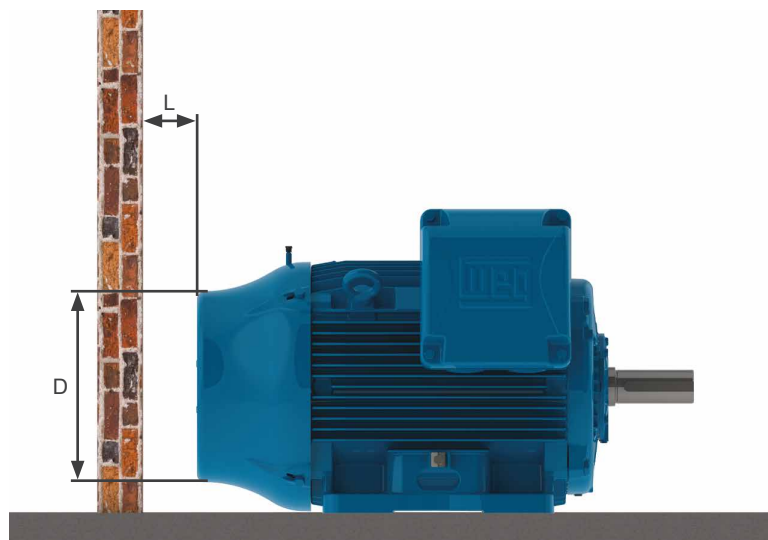

Figura 7.1: Distancia mínima del motor hasta la pared
- Que entradas y salidas de aire estén completamente desobstruidas. El mínimo espacio libre hasta la pared más próxima (L) debe ser $\frac{1}{4}$ del diámetro de la entrada de aire de la deflectora (D), ver Figura 7.1 de la página 144. El aire en la entrada del motor debe estar a temperatura ambiente.